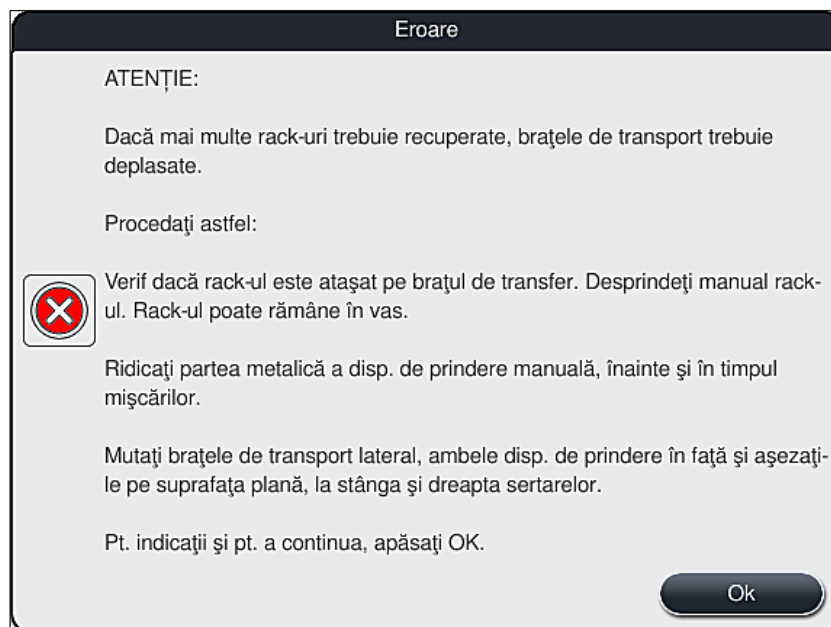

Fig. 109
3. După apăsarea butonului **OK** (→ "Fig. 108") se afișează un alt mesaj (→ "Fig. 109") care îi oferă utilizatorului instrucțiuni cu privire la procedura corectă de înlăturare a stativelor respective.